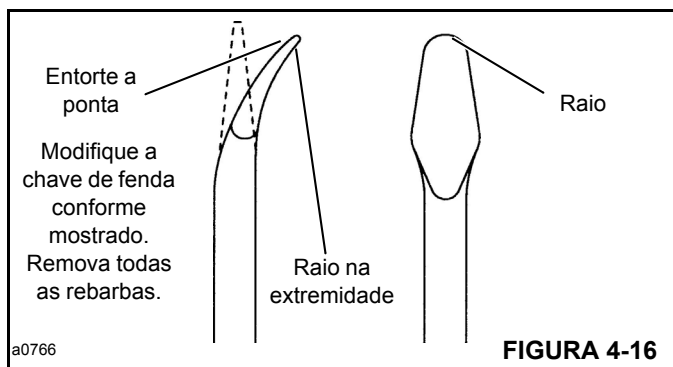

FIGURA 4-16
13. A vedação de exclusão (2), o anel de encosto (4), a vedação de pressão (5) e a vedação (6) sairão com o flange (3). Use a ferramenta de remoção de vedação mostrada na Figura 4-16 e 4-17 para remover as vedações de exclusão e pressão.